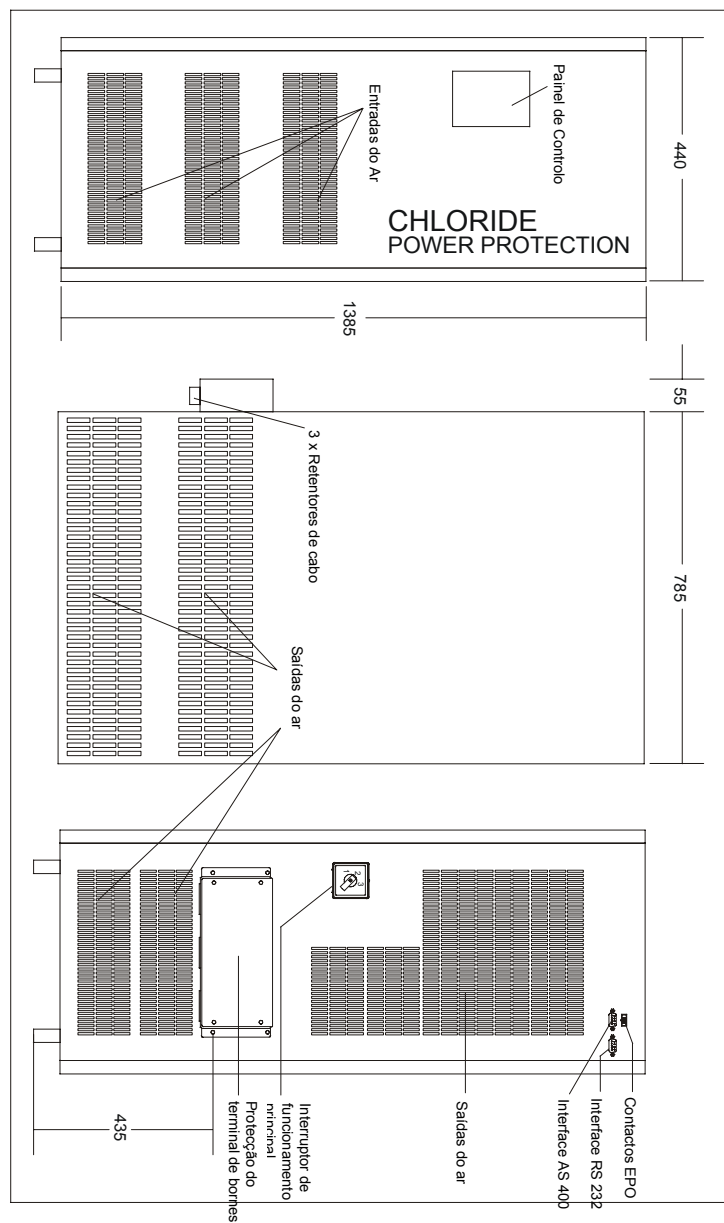
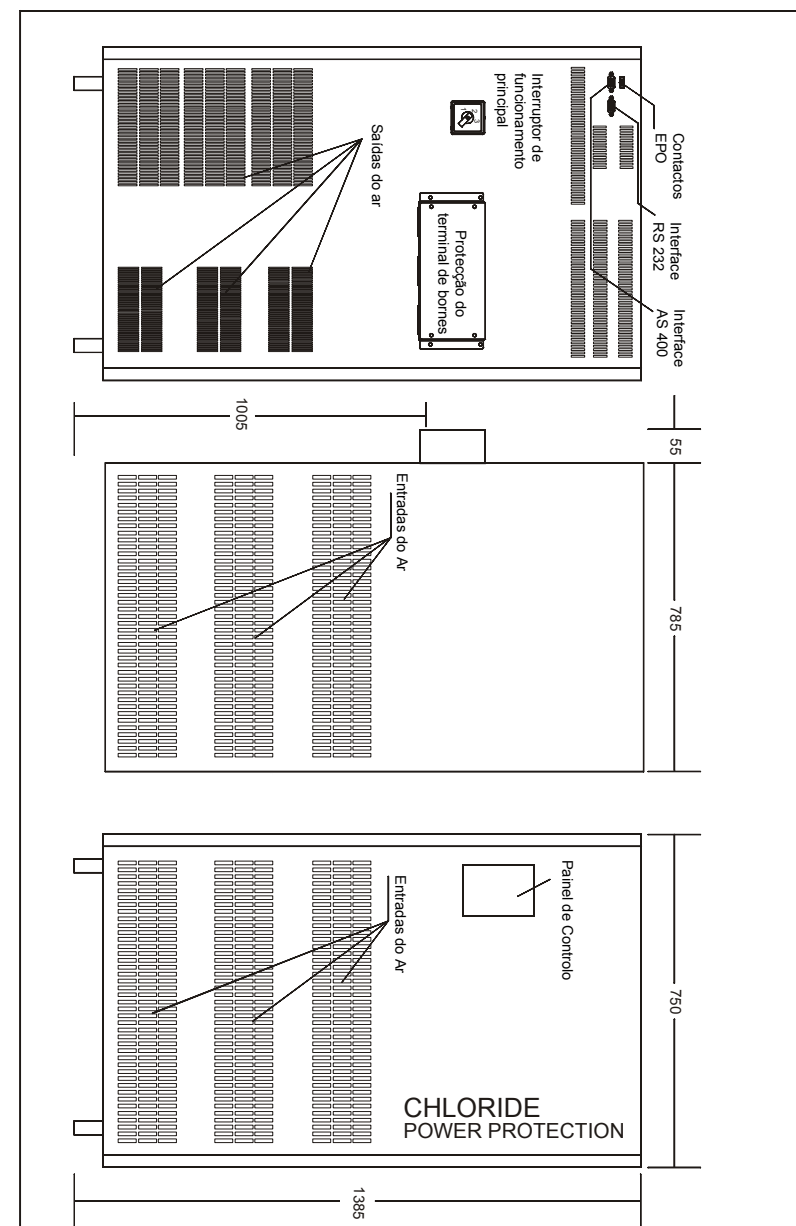

Figura 1
Figura 2
- A entrada para a Paragem de emergência (E.P.O.) situa-se na parte traseira da unidade (ver a Figura 1 e Figura 2). Abrindo esta ligação, o circuito lógico desliga imediatamente a saída do UPS (ver o capítulo 4.10 para mais informações). Para satisfazer os requisitos de segurança respeitantes à instalação da cablagem, Norma Européia Harmonizada HD384-4-46 S1, é preciso instalar um Dispositivo de Interrupção de Emergência (E.S.D. - Emergency Switching Device) depois do UPS.